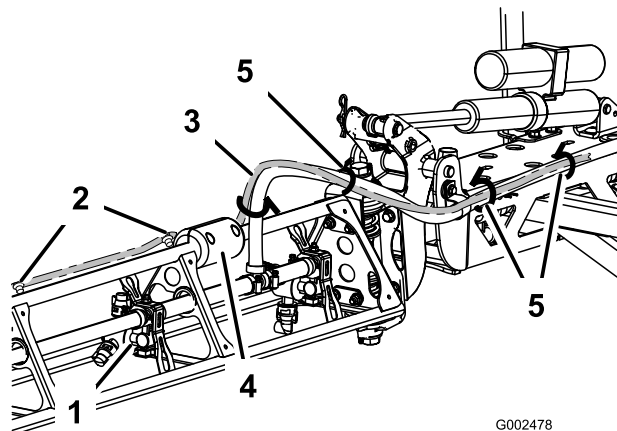

Figura 4
6. Pase el cable del sensor por la parte superior del soporte del brazo hasta el tope deslizante (Figura 4). Sujételo a la parte superior del brazo usando los clips suministrados.
7. Pase el cable del sensor por debajo del tope deslizante a la manguera de alimentación del brazo y al conjunto del brazo central. Sujete el arnés de cables a la manguera del brazo con los sujetacables (Figura 4).